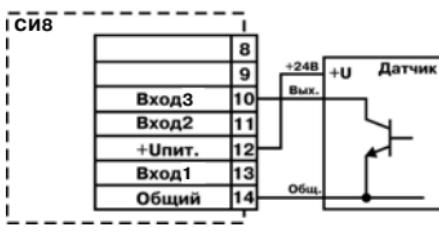

Рис. 3
- активные датчики, имеющие на выходе транзистор *p-n-p*-типа с открытым коллекторным выходом. Для питания таких датчиков на клеммник прибора выведено напряжение $+24\pm3$ В (максимальный ток нагрузки 100 мА) (рис. 3);